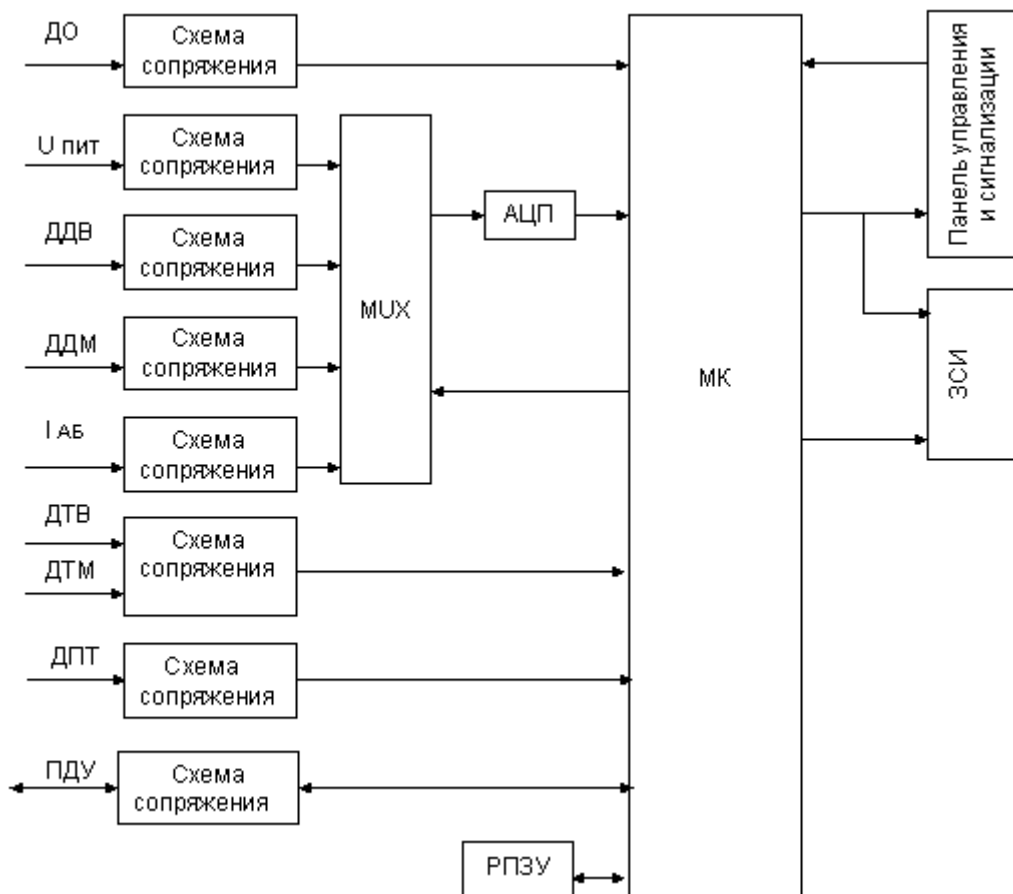

Рисунок 2 - Структурная схема ПУ
Структурная схема ПУ изображена на рис. 2.
- индикацию измеренной частоты на знакосинтезирующем индикаторе ЗСИ (см. рис. 2);
Значение показаний моточасов хранятся в энергонезависимой памяти ПУ -РПЗУ (см. рис. 2) и сохраняются при выключении питания ПУ.
- подключение измеряемого сигнала к АЦП (см. рис. 2) с помощью мультиплексора;
- преобразование величины напряжения в 8-ми разрядный код с помощью АЦП (см. рис. 2);
- преобразование тока, протекающего через датчик тока батареи ДТБ (см. рис. 2), в сигнал напряжения;